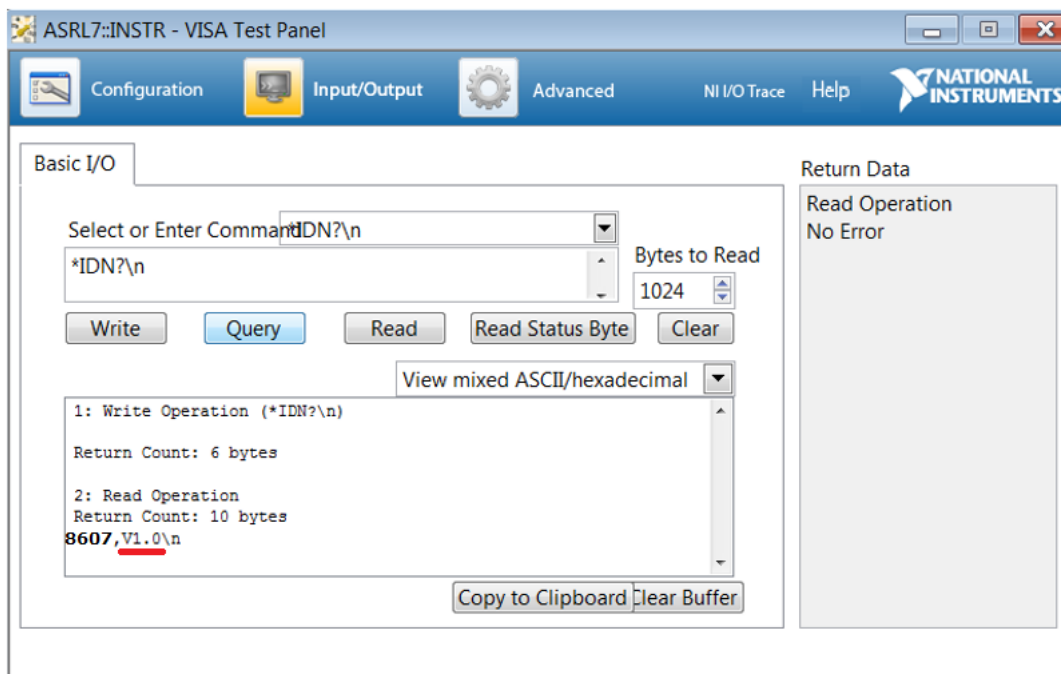

Рис. 2
2. В измерителях **АКИП-8607**, где вывод версии FW на загрузочном экране не поддерживается, номер версии (V.) можно узнать путем подключения измерителя к ПК по интерфейсу связи. В этом случае вывод идентификационных данных осуществляется при помощи программы-терминала для связи и управления прибором, например «Hyperterminal», установленной на некоторых операционных системах по умолчанию или доступной для свободного скачивания по ссылке: <https://www.hilgraeve.com/hyperterminal/>. Программа для управления прибором может быть любая, поддерживающая команды «SCPI» (стандартные команды для программируемых приборов). Вывод идентификационных данных прибора и версии ПО осуществляется путем ввода в командной строке команды *IDN?. Пример команды и вывода версии ПО при помощи программы ДУ показан ниже на рис. 2.